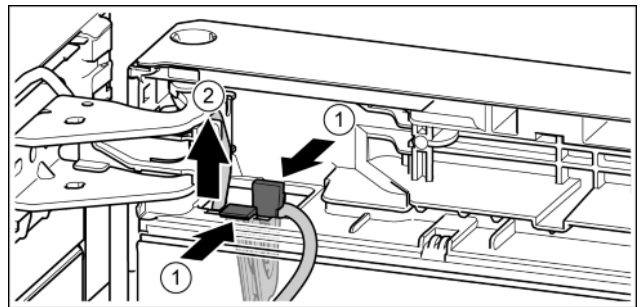

Fig. 19
- ▶ Lasche drücken. Fig. 19 (1)
- ▶ Kabelhalter mit daran befestigtem Kabel herausziehen. Fig. 19 (2)